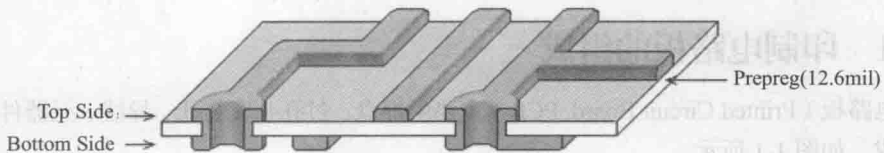

图 1-3 双层板结构示意图
(2) 双层板: 即两个面都敷铜的电路板, 通常称一面为顶层 (Top Layer), 另一面为底层 (Bottom Layer)。一般将顶层作为放置元器件面, 底层作为元器件焊接面, 如图 1-3 所示。